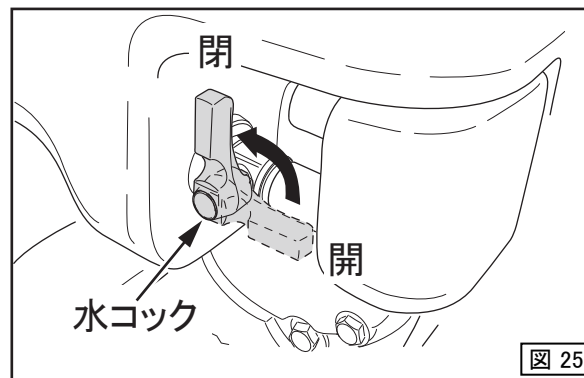

図 25
3. 散水作業を行っていた時は水タンクのコックを閉じます。(図25)